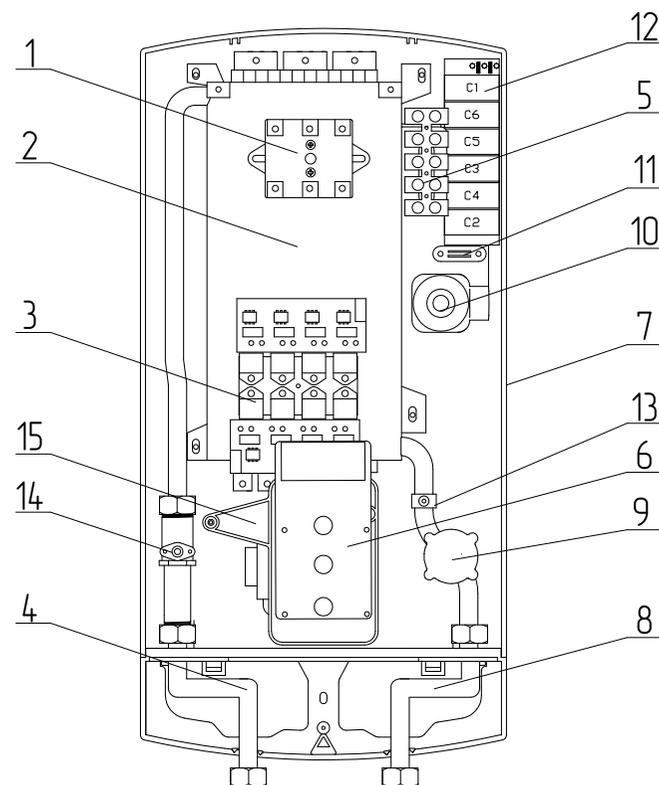
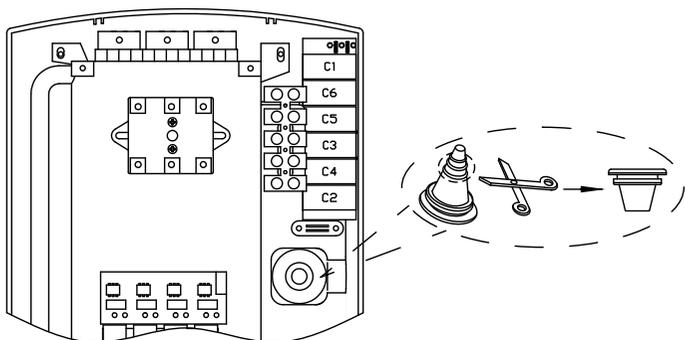

Рис.1 Устройство водонагревателя 9-24 кВт
Рис.5 Обрезка резиновой водонепроницаемой втулки
1. Снимите резиновую водонепроницаемую втулку (**Рис.1, поз.10**). Обрежьте ее под толщину электрического кабеля, как показано на **Рис.5**, и вставьте обратно в кабельный ввод. Протяните кабель питания через отверстие в резиновой втулке, открутите фиксатор кабеля (**Рис.1, поз.11**);
3. Закрепите кабель питания фиксатором (**Рис.1, поз.11**) и установите переднюю крышку, зафиксировав ее винтом.